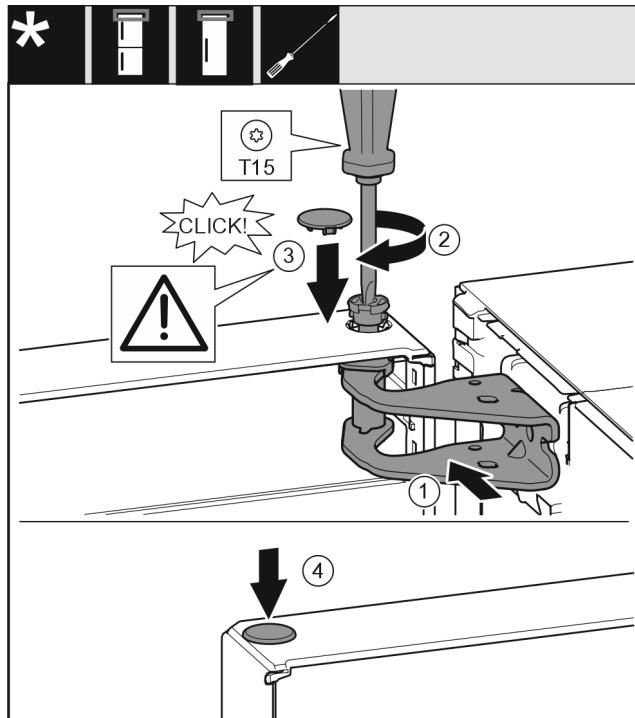

Fig. 15
- Dveře nahoře vyrovnejte s otvorem ve stojanu ložiska. Fig. 15 (1)
- Vložte čep a pevně jej utáhněte šroubovákem T15. Fig. 15 (2)
- K zajištění dveří namontujte bezpečnostní kryt: Bezpečnostní kryt nasadte a zkонтrolujte, zda přiléhá na dveře. V opačném případě čep zcela zasuňte. Fig. 15 (3)
► Vložte zátku. Fig. 15 (4)